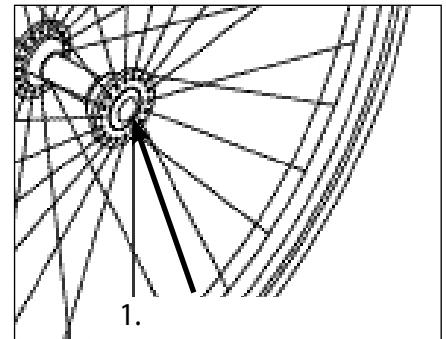

Abb. 1
- der Steckachsenknopf ganz herauspringt (Abb. 1)
- Radmontage (Abbildung 1 und 2):
- Drücken Sie den Steckachsenknopf (1) ganz hinein. Dadurch löst sich die Spannung auf dem Kugellager am gegenüberliegenden Ende.
- Halten Sie den Knopf (1) gedrückt, während Sie die Achse (2) in die Achsenhülse (3) schieben.
- Drücken Sie den Steckachsenknopf (1) ganz hinein.
- Entfernen Sie das Rad, indem Sie die Achse (2) aus der Achsenhülse (3) ziehen.